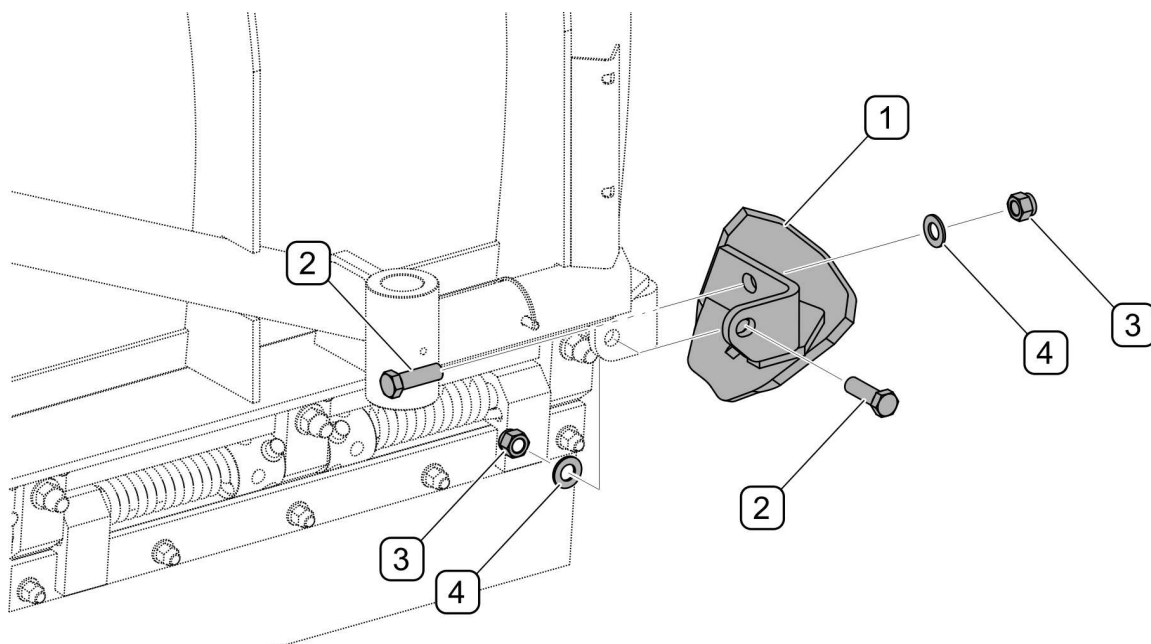

BILD 5.3 Einbau der Anschlagpuffer
(1) - Anschlagpuffer; (2) - Schraube M16x50-8,8; (3) - Mutter M16; (4) - Unterlegscheibe 16-100HV
Der Pflug ist mit rechten und linken Anschlagpuffern ausgestattet, um die Kanten der Streichschienen bei der Arbeit an Bordsteinkanten zu schützen. Die Anschlagpuffer (BILD 5.3) werden mit Schrauben (2), Unterlegscheiben (4) und Muttern (3) am Streichblech befestigt. Die Art und Weise des Austausches der rechten und linken Anschlagpuffer ist identisch. Die Art des Anschlagpuffers hängt von der Art der Streichschiene ab (TABELLE 5.3)